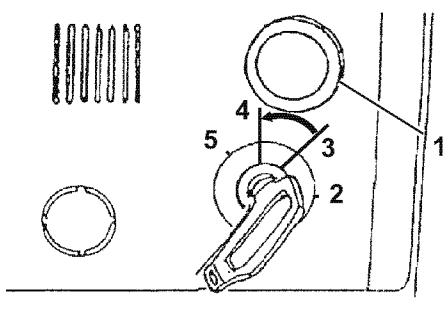

Figura 10
5. Mettere su ON la chiave di accensione (3, **Figura 10**). Durante l'avviamento il suono dell'allarme e le spie accese sono normali.
6. Quando si preme il pulsante STOP (1, **Figura 10**), ruotare la chiave sulla posizione START (2, **Figura 10**).
8. Ruotare la chiave sulla posizione OFF (4, **Figura 10**). L'avviamento del motore si interrompe.